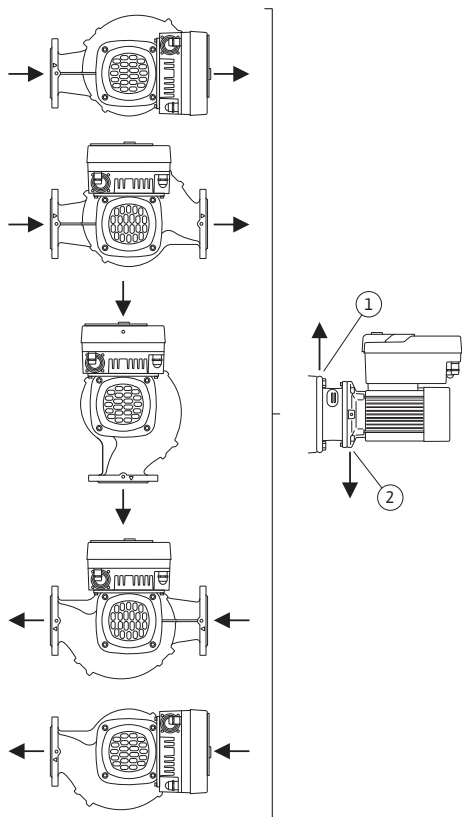

Fig. 9: Tilladte installationspositioner med horisontal motoraksel
De tilladte installationspositioner med vandret motoraksel og elektronikmodul, der vender opad (0°), er vist i Fig. 9.
Udluftningen af pumpen er optimalt sikret, hvis ventilationsventilen vender opad (Fig. 9, pos. 1).
I denne position (0°) kan dannet kondensat bortledes målrettet via eksisterende huller, pumpe-lanterne samt motor (Fig. 9, pos. 2).